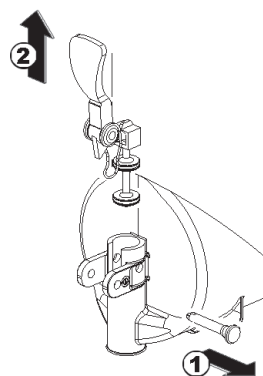

figura 11
- 5 Desarmar el grifo respetando la secuencia indicada (ver figura 11).
3 Armar de nuevo el grifo sobre el contenedor siguiendo la secuencia inversa a la detallada para el desmontaje (vedere figura 11).